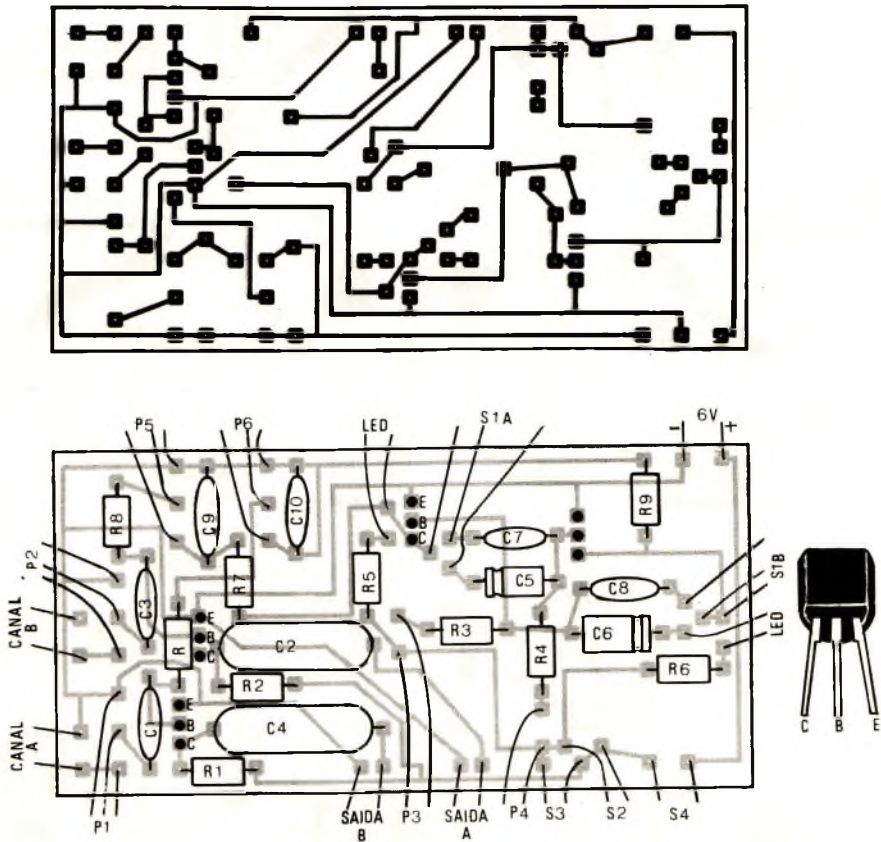

Figura 9
Para a versão em placa de circuito impresso, seu desenho é mostrado na figura 9. Nesta, temos o lado cobreado da placa e também o lado dos componentes.
a) Os transistores têm posição certa para serem soldados, sendo estas dada pelo lado achatado do mesmo. Observe a disposição dos terminais de emissor coletor e base. Na soldagem evite o excesso de calor intercalando entre o corpo do transistor e o ponto de soldagem o alicate de ponta de modo a usá-lo como dissipador de calor. Para esta operação basta segurar o transistor pelo terminal que está sendo soldado com o mesmo alicate (figura 9-A).